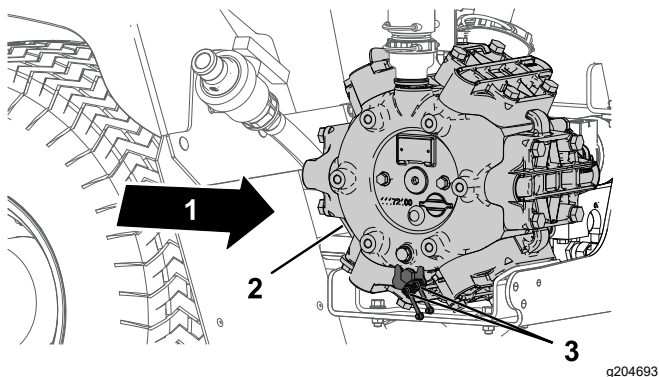

Figura 58
1. Limpie los 2 engrasadores remotos (Figura 58).
2. Bombee grasa en el engrasador remoto (Figura 58).